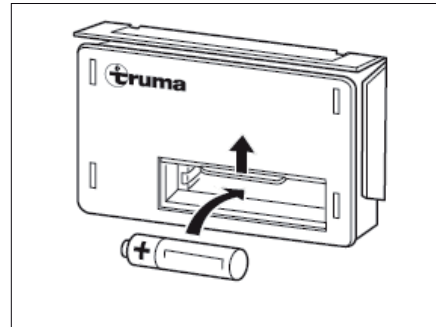

Bild 100 Batteriewechsel
- Die Abdeckung des Batteriefachs am Zündautomaten (Bild 100) nach oben schieben.
- Eine neue Batterie gleichen Typs polrichtig (+/-) in das Batteriefach des Zündautomaten einsetzen (Bild 100). Nur temperaturbeständige (+70 °C) und auslauf-sichere Mignon-Batterien verwenden.